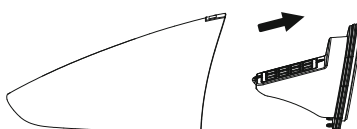

Fig. 10
2. Rimuovere il filtro dal contenitore raccogli-polvere (fig. 10).